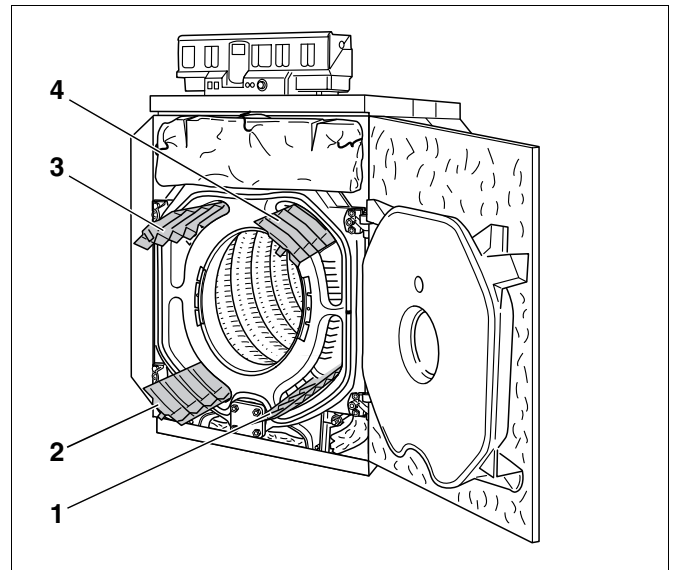

Fig. 72 Udtagning af retardere
- Løft retarderne frem og ud af røgslagene (fig. 72, pos. 1 til 4).